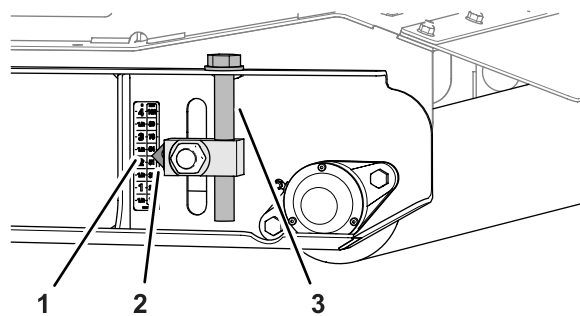

Рисунок 83
5. На заднем валике поднимите левый и правый регуляторы высоты скашивания до отметки «57 мм» («2¼ дюйма») на наклейке (Рисунок 83).